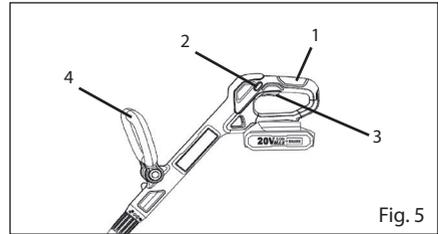

Fig. 5
**Iniciar a Operação (Fig. 5).**
1. Coloque uma mão no punho traseiro (1) e coloque a outra mão no punho auxiliar (4).
2. Pressione o botão de bloqueio (2) e segure.
3. Aperte o interruptor (3) e o aparador de relva ligar-se-á automaticamente.